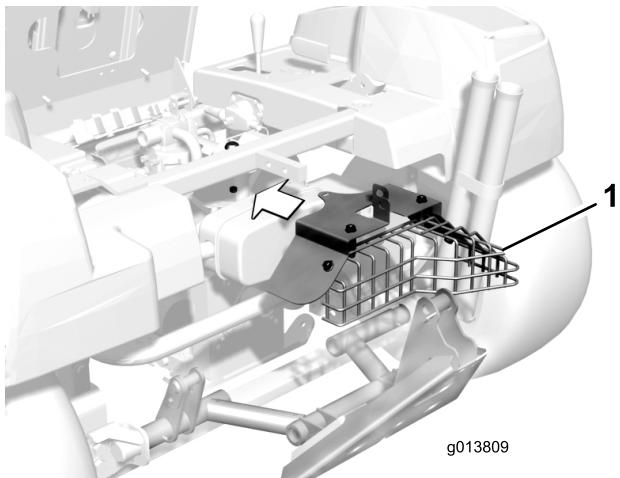

図 9
13. シールド・アセンブリの位置決めを行う；取り付けタブが上ローラ・プレートの取り付け穴にまたがるように、そしてねじが後シールドの穴にはまるようにセットする。ねじとナットで、シールドを仮止めする(図9)。